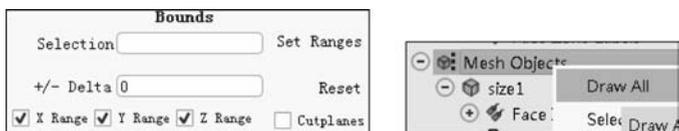

图 3.126 显示完整网格
(12) 在工具栏中选择 Reset 后,右击 Mesh Objects 即可显示完整网格,如图 3.126 所示。